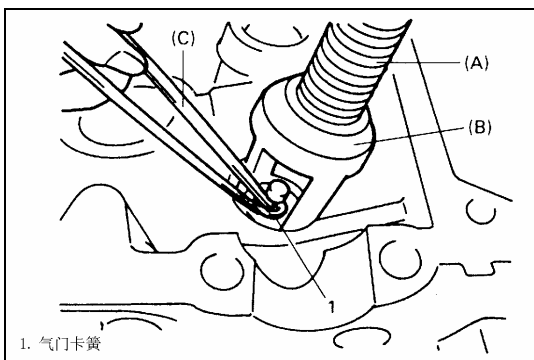

Рис. 4-60.
5). Прижать клапанную пружину с помощью специального инструмента, установить два сухаря клапана в канавку клапанного штока, Рис. 4-60.